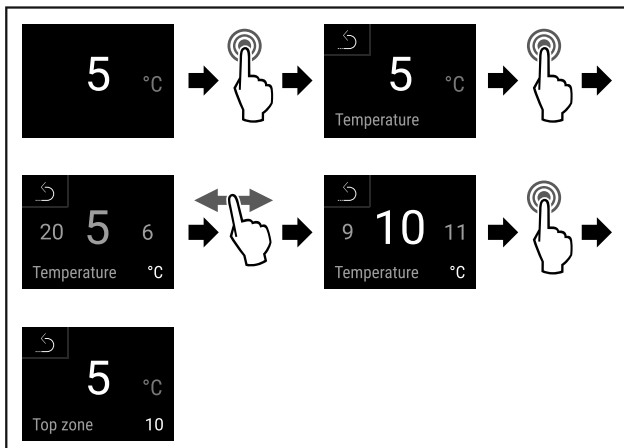

Fig. 67
- ▶ Obavite korake postupka (pogledajte Fig. 67) .